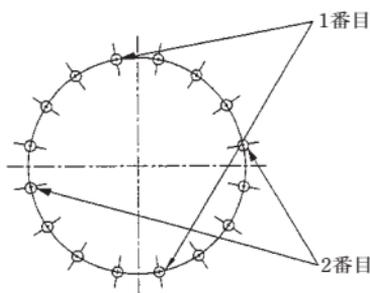

図1 仮締め付け
ガスケットの位置およびボルトあなに注意しながら締め付ける。(図1参照)
- (1) 図1に示すように1本おきに往復しながら、順次全周を数回にわたりガスケットが均等に圧縮されるように締め付けを行う。